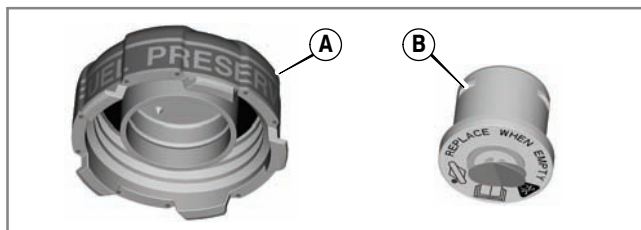

Figure 4
Certains moteurs sont équipés d'un bouchon d'essence Fresh Start (A) (Figure 4). Ce bouchon Fresh Start est conçu pour recevoir une cartouche (B), vendue séparément, qui contient du stabilisateur d'essence. Installer la cartouche comme suit: